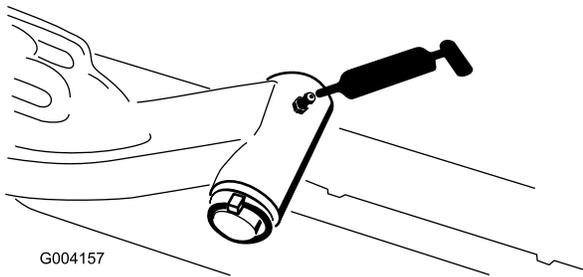

**Рисунок 80**
- Ось поворота моста (1 шт.) (Рисунок 80)